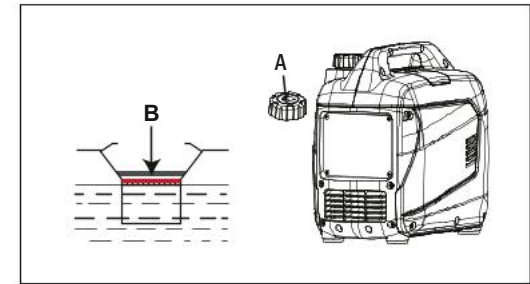

Рисунок 4 – Уровень топлива
• Постепенно заливайте бензин в горловину бака. **Будьте осторожны, не переполняйте бак!** (Рис. 4)